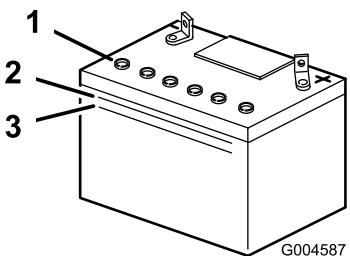

Figura 27
- Mire hacia el lateral de la batería. El electrolito debe llegar a la línea superior (Figura 27).
**Nota:** No permita que el electrolito esté por debajo de la línea inferior (Figura 27).
- Retire los tapones de ventilación de la batería (Figura 27).
- Vierta lentamente agua destilada en cada célula de la batería hasta que el nivel de electrolito llegue a la línea superior (Figura 27) de la caja de la batería.
- Espere de cinco a diez minutos después de llenar las células de la batería. Añada agua destilada, si es necesario, hasta que el nivel de electrolito llegue a la línea superior (Figura 27) de la caja de la batería.